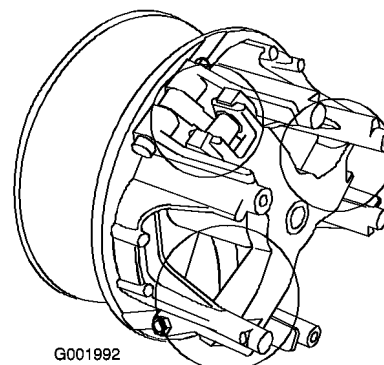

Figura 58
5. Lubrificate le parti in movimento nelle zone contrassegnate da un cerchio nella Figura 58, utilizzando l'aerosol lubrificante a secco Toro (Dry Lubricant Spray) reperibile dal rivenditore o distributore autorizzato Toro di zona.